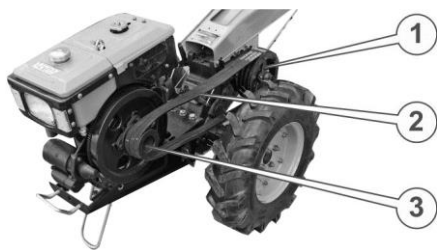

Рисунок 31. Встановленні ремні
17. Надягти клинові ремні (2) (див. рис. 31.) на ведений шків (1) та ведучий шків (3), посунути двигун разом із балками вперед до того моменту, коли ремні злегка натягнуться.